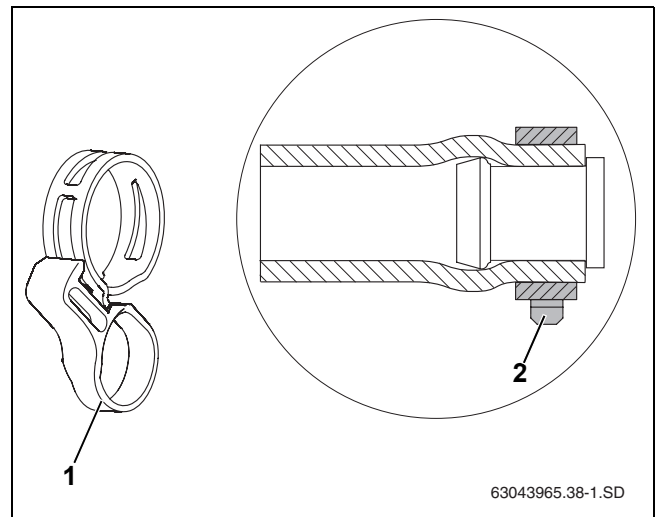

Bild 32 Federbandschelle mit Sicherungsring und im montierten Zustand am vormontierten Blindstopfen
- Die korrekte Position der Federbandschelle ist unbedingt vor dem Abziehen des Sicherungsringes sicherzustellen (Bild 32, [1] und [2]). Ein nachträgliches Lösen mit Zangen kann die Spannkraft beeinträchtigen.